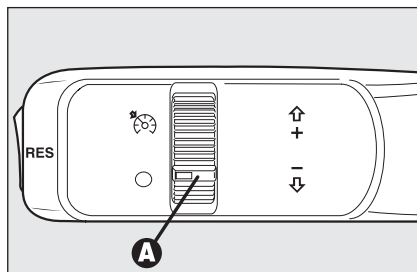

fig. 50
Tourner la bague **A-fig. 50** sur .
- ☐ tourner la bague **A-fig. 50** sur et appuyer sur la pédale de l'accélérateur jusqu'à atteindre la vitesse souhaitée;
- ☐ en tournant la bague **A-fig. 50** sur **O**;
En cas de fonctionnement défectueux ou de panne du dispositif, tourner la bague A-fig. 50 sur O et s'adresser aux Services Agréés Alfa Romeo après avoir vérifié l'intégrité du fusible de protection.